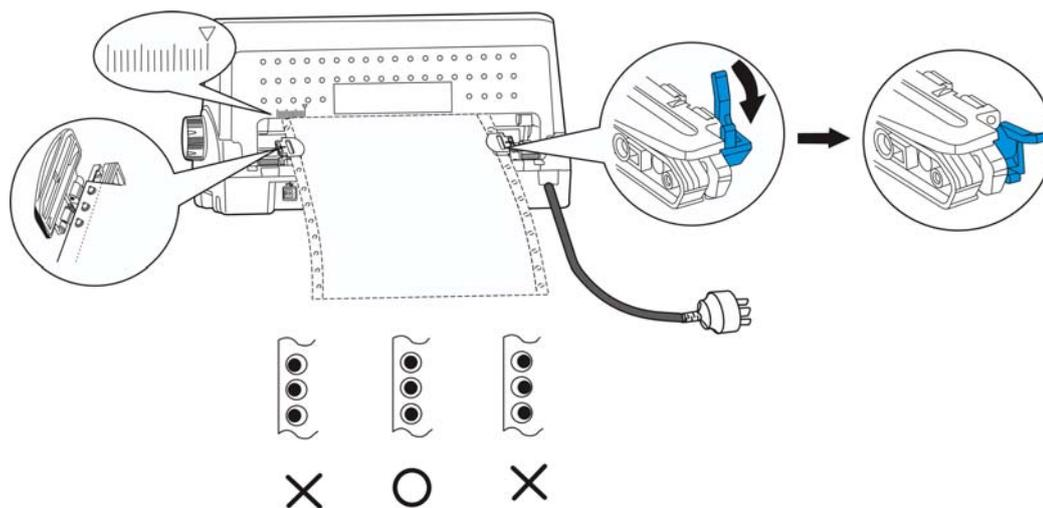

图 3-10 调整右边牵引器位置
5. 调整右边拖纸器，确认纸张安装正确，保证连续纸链状孔要对应拖纸器上的链状突出位（如图 3-10 所示）。